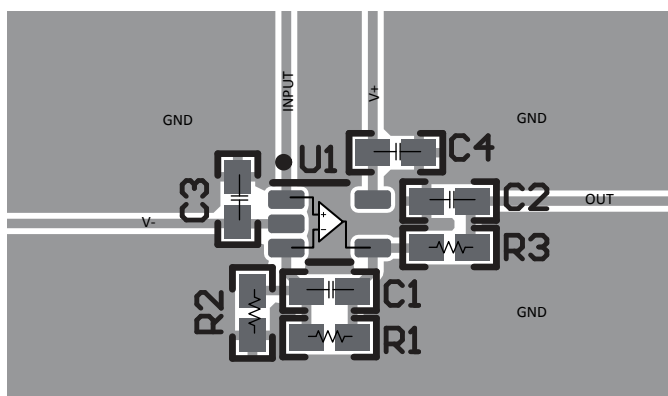

図 7-4. SC70 (DCK) パッケージのレイアウト例
- 外付け部品は、可能な限りデバイスに近く配置します。図 7-4 に示すように、寄生容量を最小限に抑えるため、RF と RG は反転入力の上に配置します。